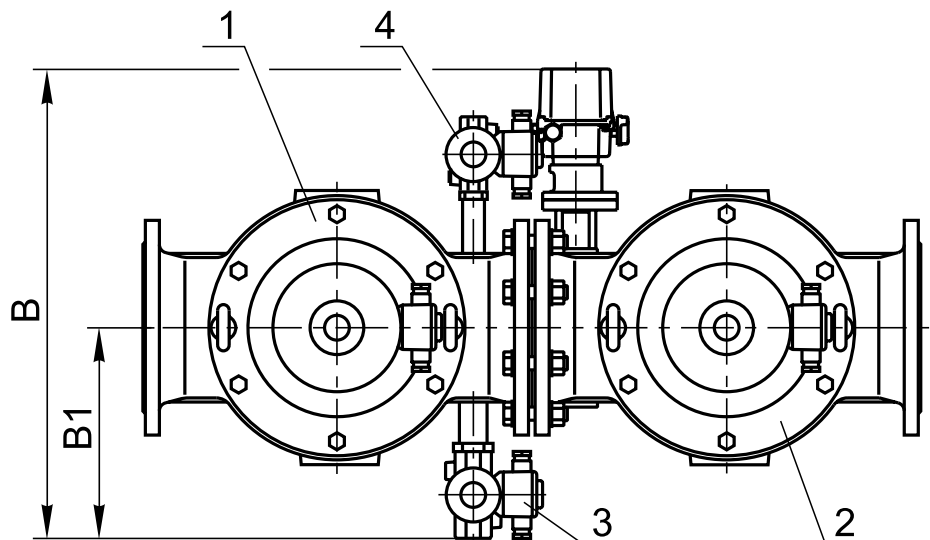

Рис. 23-33
Клапан свечи безопасности может располагаться слева по ходу газа (рис. 23-32) или справа (рис. 23-33).
** Для правого исполнения блоков (рис. 23-33).